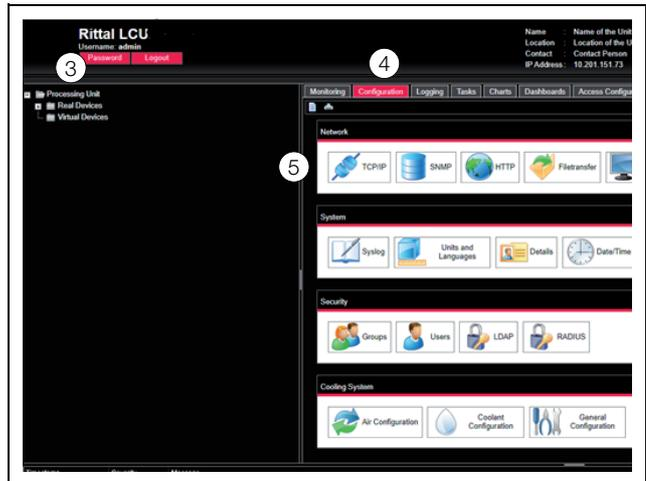

Abb. 23: Anpassen der TCP/IP-Einstellungen
Es erscheint das Übersichtsfenster des Geräts (Abb. 23).
- Klicken Sie im linken Teilbereich des Übersichtsfensters (Navigationsbereich) auf den Eintrag **Processing Unit** (Abb. 23, Pos. 3) und im rechten Teilbereich (Konfigurationsbereich) auf die Registerkarte **Configuration** (Abb. 23, Pos. 4).
- Klicken Sie im Gruppenrahmen **Network** auf die Schaltfläche **TCP/IP** (Abb. 23, Pos. 5).